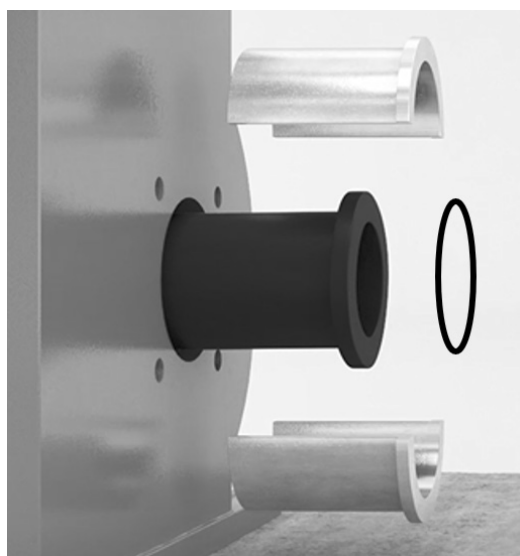

Figura 19.
4. Empuje los extremos de la manguera por los orificios pasantes de manera que queden aproximadamente 10 cm (4 in) fuera del cuerpo (consulte la *Figura 19*).